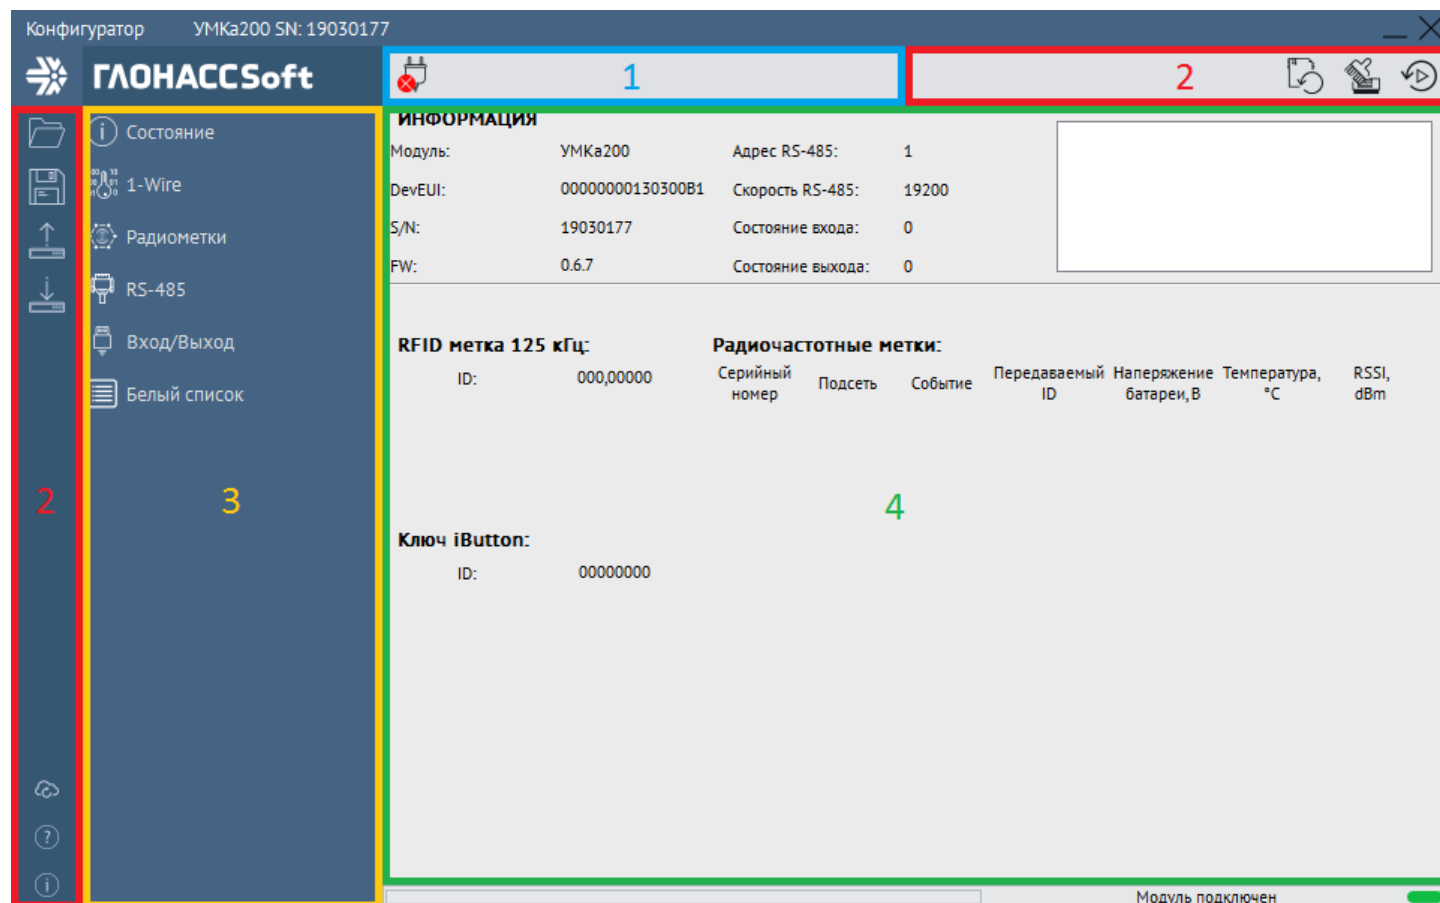
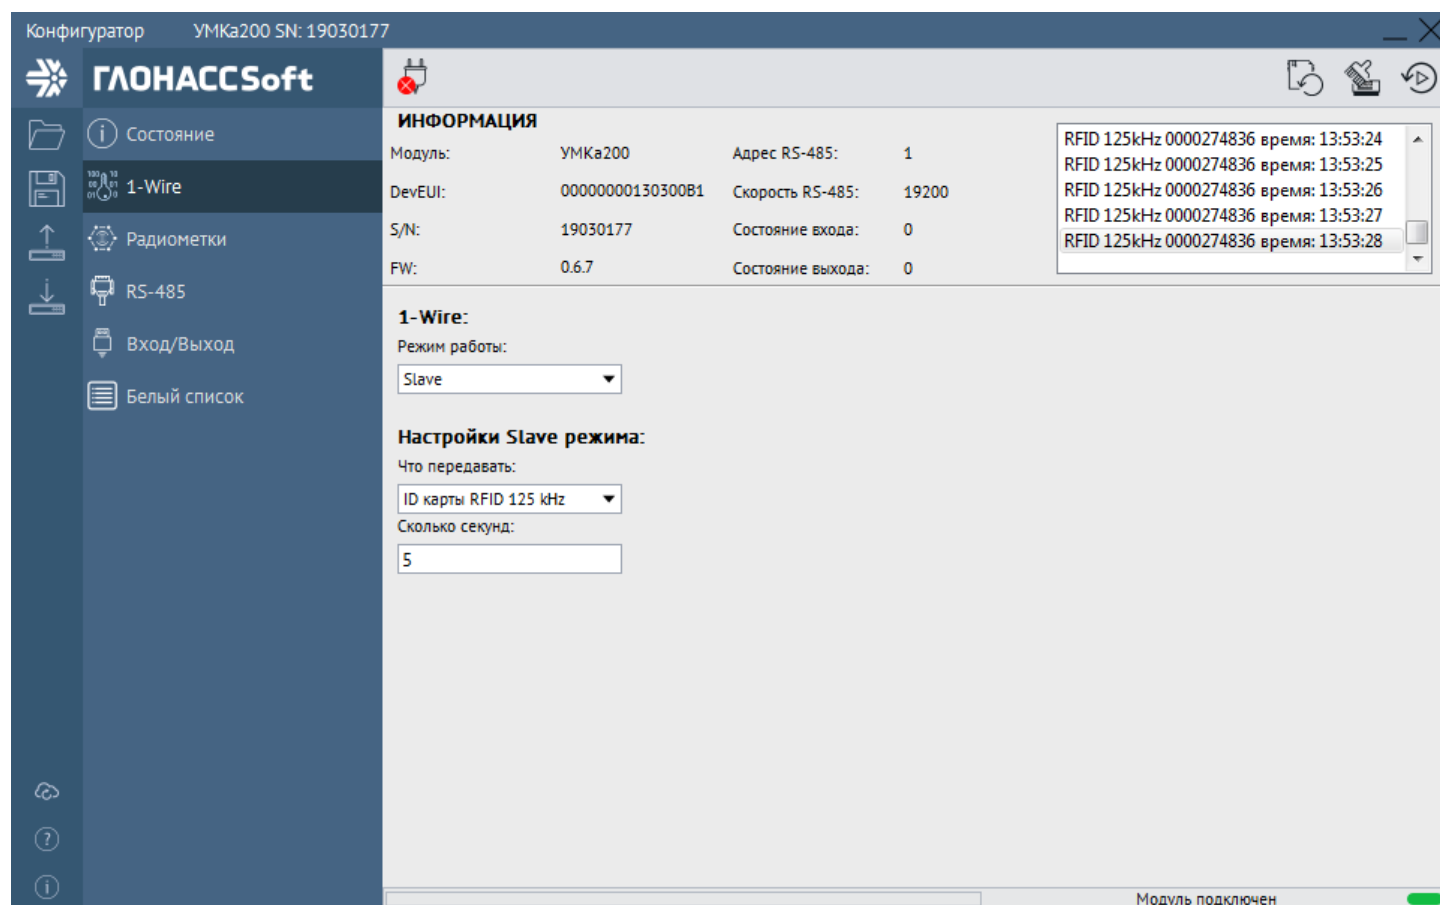

Рисунок 4.8 Стартовое окно «Состояние»
Рисунок 4.11 Вкладка «1-Wire»
Для запуска приложения, перейдите в «Пуск» → «Все программы» → «Конфигуратор УМКа2XX». Откроется стартовое окно конфигуратора (Рисунок 4.8), которое условно можно разделить на четыре зоны: Панель статуса (1), панели инструментов (2), дерево настроек (3) и окно отображения информации (4).
Для просмотра и редактирования настроек устройства воспользуйтесь вкладками настроек (Рисунок 4.8). При нажатии на вкладку в окне отображения информации можно посмотреть соответствующие значения и настройки с возможностью их редактирования.
В поле параметров «информация» (Рисунок 4.8) содержатся следующие параметры:
На вкладке «Состояние» (Рисунок 4.8) отображается общая информация об обнаруженных метках.
На вкладке «1-Wire» (Рисунок 4.8 Рисунок 4.11) можно настроить режим работы интерфейса 1-Wire.